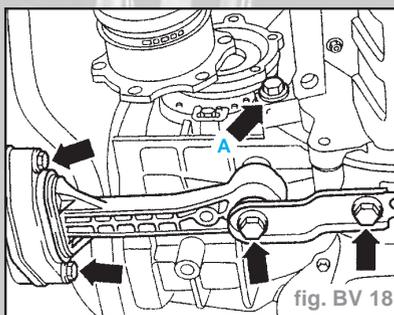

fig. BV 18
- Visser la vis (flèche **A**) de fixation supérieure pour moteur/boîte de vitesses (fig. BV 18).